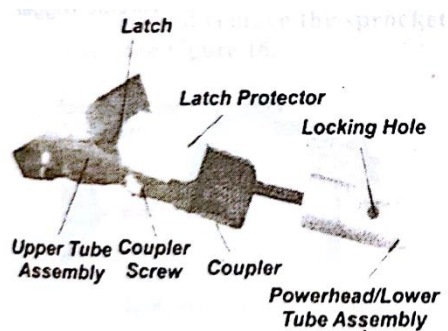

Figura 12
3. Presione el pestillo e inserte el conjunto del cabezal de potencia y el tubo inferior en el acoplador hasta que toque fondo. Suelte el pestillo. Balancee el conjunto del tubo superior hacia adelante y hacia atrás hasta que este seguro de que encaje en su lugar con el bloqueo del acoplador. Vea figura 12